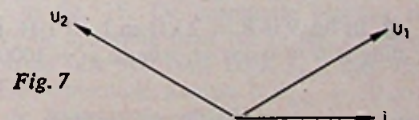

Fig. 7
c. Het gevraagde vectordiagram toont fig. 7. De spanning  $u_1$  is in fase  $\frac{1}{6}\pi \text{ rad} = 30^\circ$  voor t.o.v.  $i$  en de spanning  $u_2$  is in fase  $\frac{5}{6}\pi \text{ rad} = 150^\circ$  voor t.o.v.  $i$ .